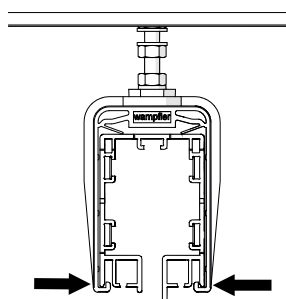

Abb. 15: Klip des Schienenhalters zusammendrücken
- Das Isolierprofil/die Schleifleitungsschiene ganz nach oben drücken, sodass der Schienenhalter in den unteren Gehäuseerand des Isolierprofils hörbar einklipst (Abb. 15). Sicherstellen, dass die Klips vom Schienenhalter beidseitig richtig im Isolierprofil sitzen.